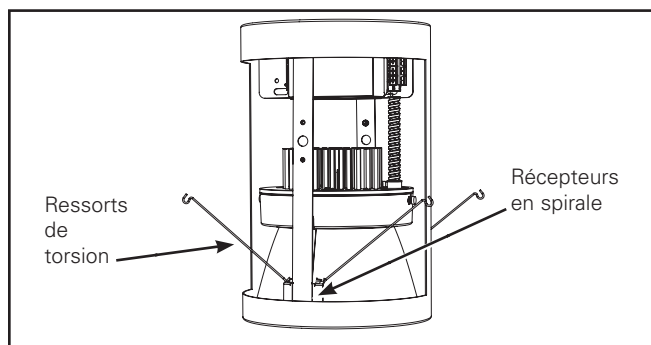

Figure 7.
6. Installez le moteur lumineux à DEL et l'assemblage de la garniture en insérant les ressorts de torsion dans les récepteurs en spirale qui se trouvent à l'intérieur du boîtier (Figure 7.).